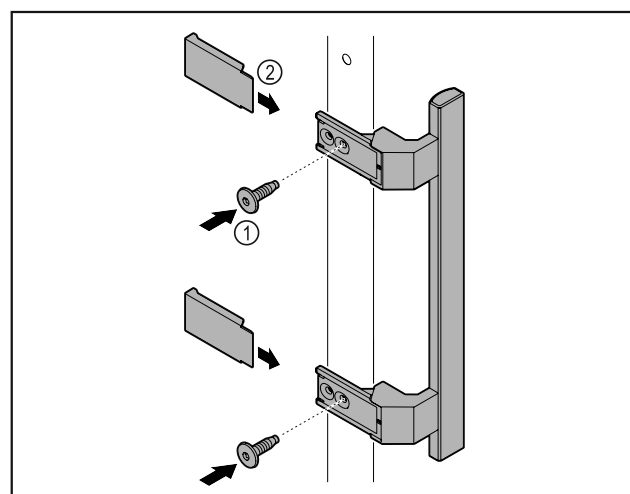

Fig. 42
- Fixer la poignée à la porte à l'aide des vis Fig. 42 (1) fournies.
- Poser les caches Fig. 42 (2).